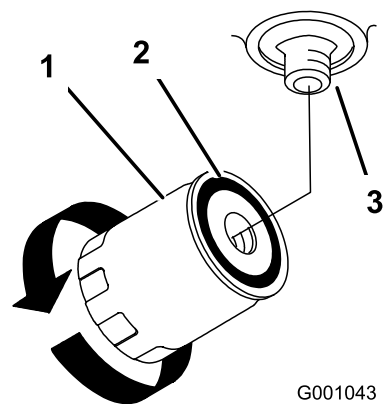

Figura 77
4. Aplique uma fina camada de fluido hidráulico na junta de borracha do filtro de substituição (Figura 77).
7. Encha o depósito hidráulico com fluido hidráulico até o fluido encher o filtro e depois rode o filtro do óleo no sentido dos ponteiros do relógio até a junta de borracha entrar em contacto com o adaptador do filtro; depois aperte o filtro mais 1/2 volta (Figura 77).